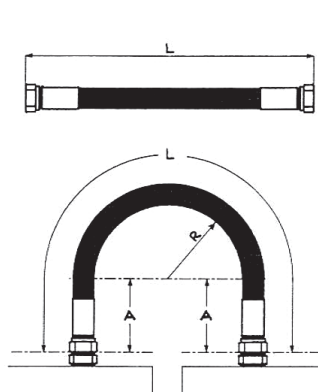

Fig. 1 / Bild 1
- Installazione senza movimento (fig. 1)
- Static hose intallation (fig. 1)
- Montage ohne Bewegung (Bild 1)